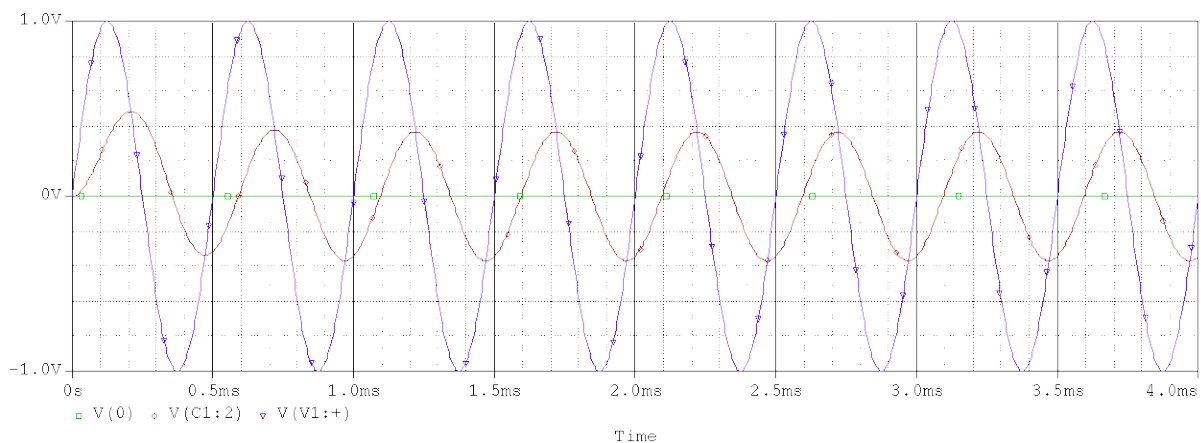

Рисунок 4.12 – Діаграма загальної напруги і напруги на конденсаторі з кроком моделювання 5 (мкс)
15. Повторно запусить процес моделювання, цього разу із меншим кроком, і виведіть на екран бажану діаграму (тепер уже у задовільному вигляді) (рис. 4.12).